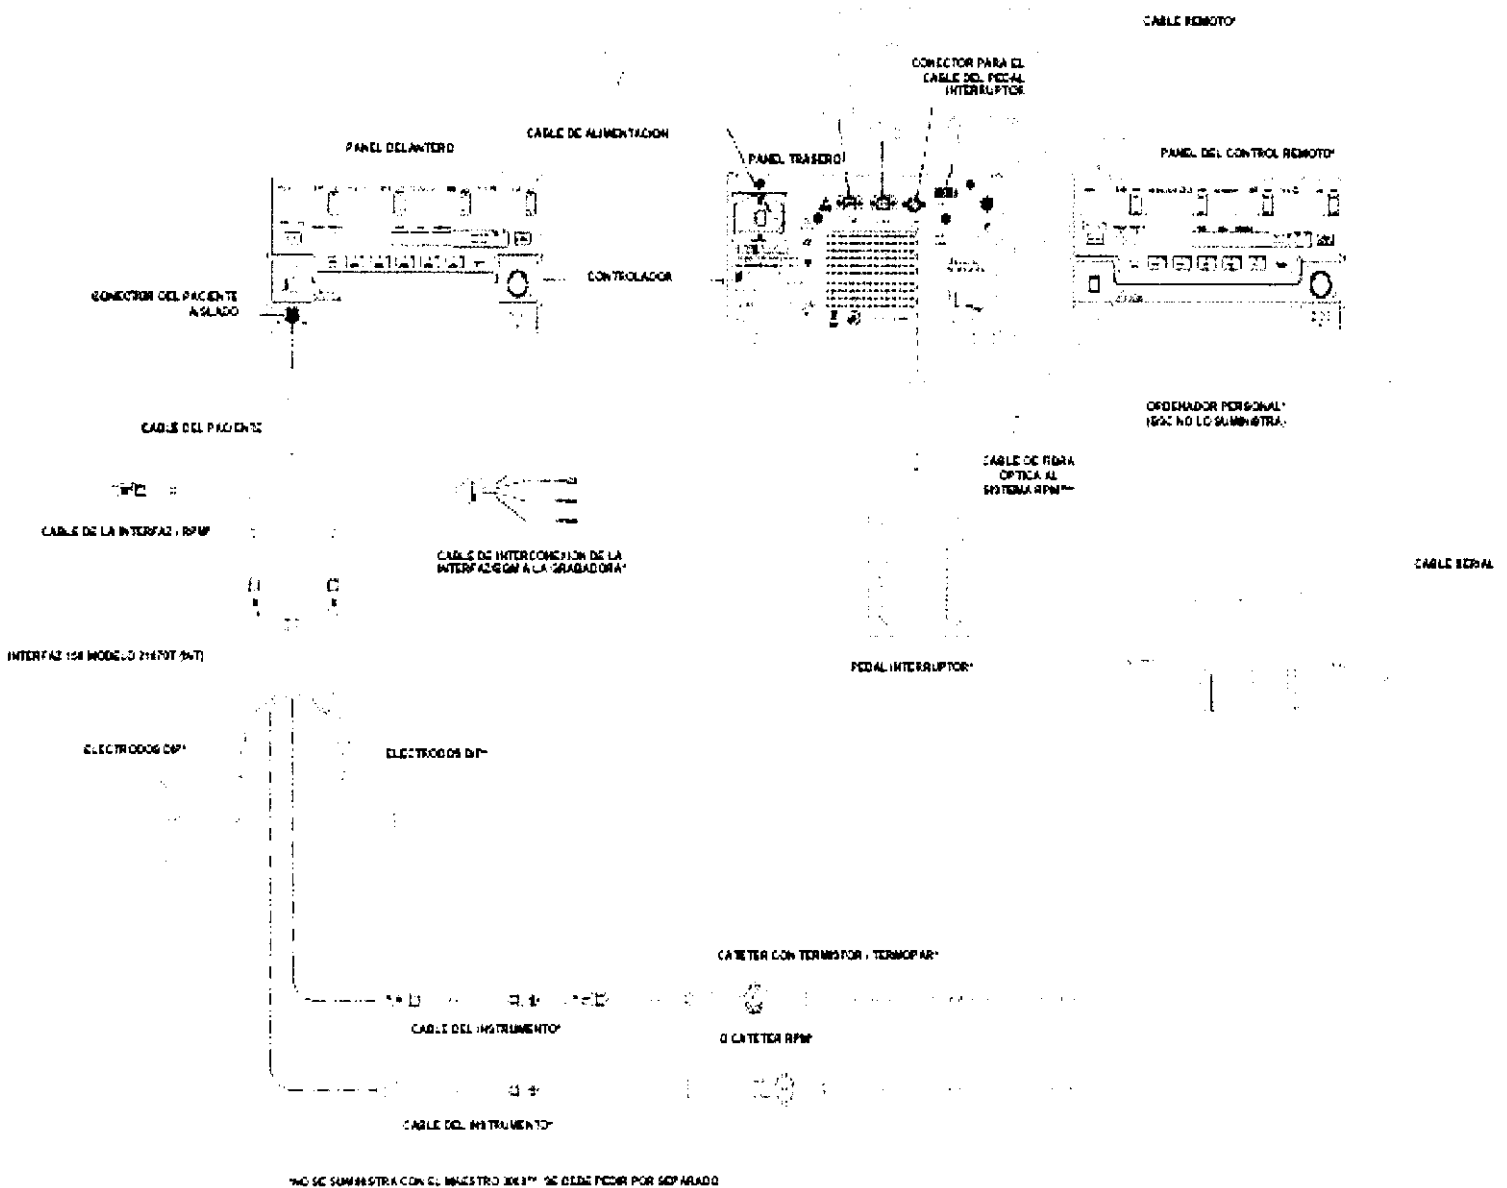

Figura 1-1: Diagrama de instalación del sistema
- Consultar la Figura 1-1 y 1-2 para ver el diagrama de instalación del sistema y la configuración del cableado.